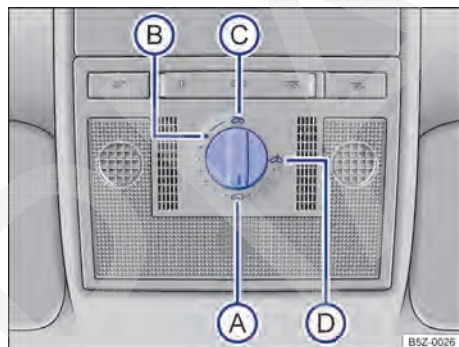

Fig. 59 No revestimento do teto: interruptor rotativo do teto solar.
Girar o interruptor rotativo → Fig. 59 para a posição desejada para regular as seguintes posições do teto solar:
- Girar o interruptor rotativo para a posição → Fig. 59 ⓘ e puxar para baixo na área posterior, até que o teto solar esteja completamente fechado.